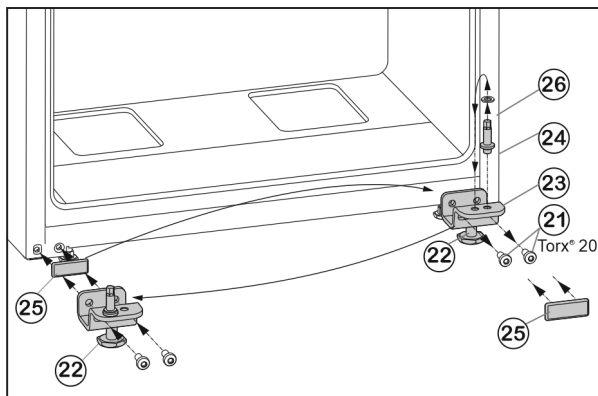

Fig. 6
- ▶ Keerake kinnituskruvid Fig. 6 (21) välja.
- ▶ Võtke alumine laagripukk Fig. 6 (23) tervikuna koos laagripoldi Fig. 6 (24), seibi Fig. 6 (26) ja seadejalaga Fig. 6 (22) maha.
- ▶ Keerake laagripolt Fig. 6 (24) tervikuna koos seibiga Fig. 6 (26) välja, paigutage vastasküljel laagripuki kinnitusavasse ümber ning kruvige taas kinni.
- ▶ Võtke katteplaat Fig. 6 (25) ettevaatlikult maha ja paigutage vastasküljele ümber.
- ▶ Kruvige alumine laagripukk Fig. 6 (23) tervikuna koos laagripoldi Fig. 6 (24), seibi Fig. 6 (26) ja seadejalaga Fig. 6 (22) akutrelli kasutades uuel šarniiriküljel taas **tugevasti (4 Nm)** külge.
- ▶ Asetage alumine uks ülaltpoolt laagripoldile Fig. 6 (24).
- ▶ Keerake seadejalga Fig. 6 (22) alumisest laagritoest Fig. 6 (23) välja, kuni ta toetub vastu pörandat.